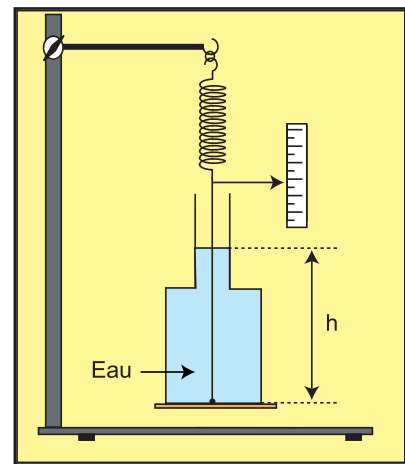

Fig.22
10. Le vase de la figure 22 renferme de l'eau pure jusqu'à la hauteur $h = 30 \text{ cm}$. On négligera le poids de la rondelle mince d'aluminium qui joue le rôle d'obturateur étanche. On fait descendre lentement le point de fixation du dynamomètre ; l'obturateur se décolle lorsque le dynamomètre indique une valeur $||\vec{F}||$.